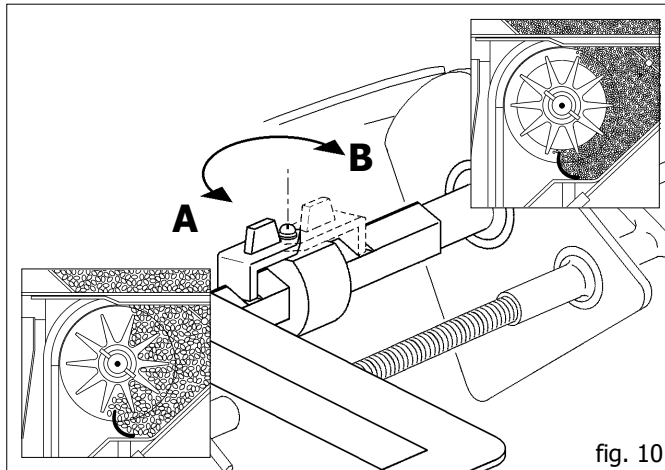

fig. 10
La position «A» (fig. 10) permet l'ouverture de la vanne sur l'échelle graduée de 0 à 110 avec le maximum de la capacité de distribution du rouleau doseur; tandis que la position «B» permet une ouverture de la vanne de 0 à 25 et une réduction du débit du rouleau. Il est important de fermer complètement la vanne (au 0 de l'échelle graduée) pour inverser la position du ressort de blocage (5).